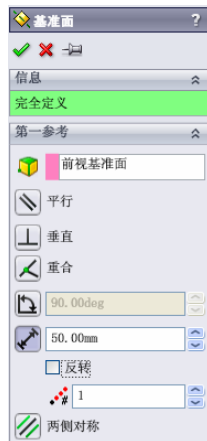
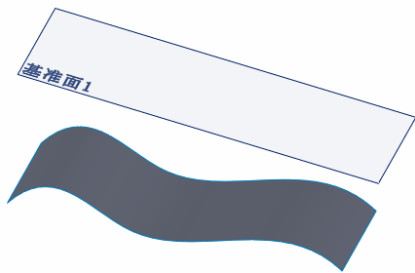

图 7-28 “基准面”属性管理器
图 7-29 添加的基准面
⑤ 添加基准面。在左侧的“FeatureManager 设计树”中用鼠标选择“前视基准面”, 然后选择菜单栏中的“插入”→“参考几何体”→“基准面”命令, 或者单击“参考几何体”工具栏“基准面”图标按钮, 此时系统弹出如图 7-28 所示的“基准面”属性管理器。在“等距距离”一栏中输入值 50, 并调整设置基准面的方向。单击属性管理器中的“确定”图标按钮, 添加一个新的基准面, 结果如图 7-29 所示。